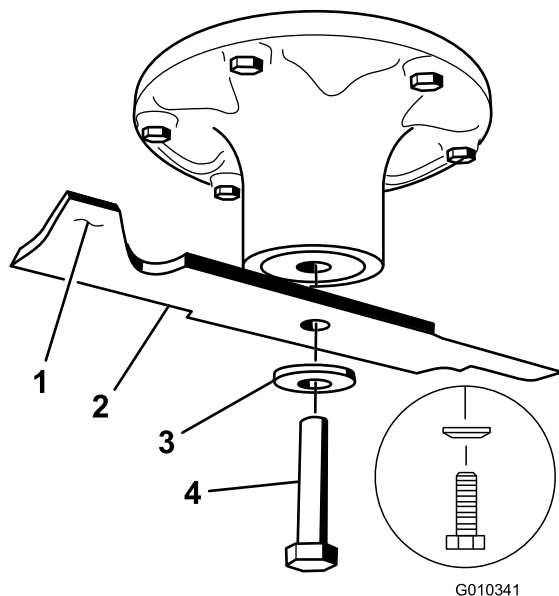

Figura 55
2. Retire del eje el perno de la cuchilla, la arandela curva y la cuchilla (Figura 55).
1. Instale la cuchilla en el eje (Figura 55).
2. Instale la arandela curva (con la copa hacia la cuchilla) y el perno de la cuchilla (Figura 55).